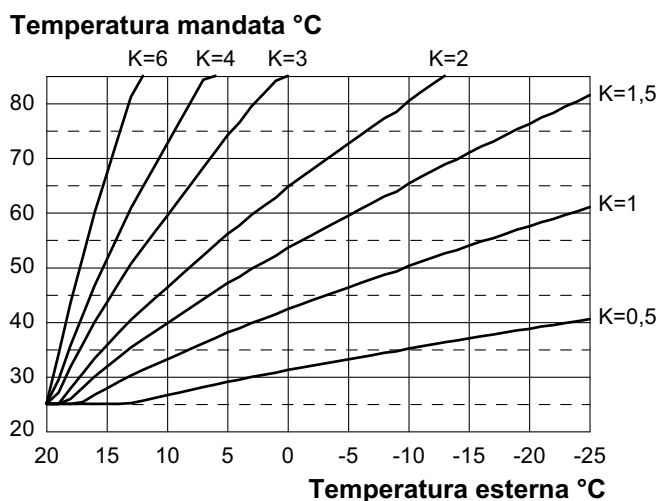
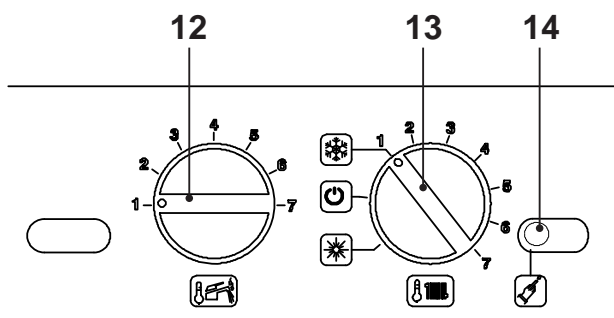

Fig. 5.53
Fig. 5.54
Il coefficiente K è un parametro che innalza o abbassa la temperatura di mandata caldaia al variare della temperatura esterna. Quando si installa la sonda esterna bisogna impostare questo parametro in base al rendimento dell'impianto di riscaldamento per ottimizzare la temperatura di mandata (Fig. 5.53). Es. Per avere una temperatura di mandata all'impianto di riscaldamento di 60°C con una esterna di -5°C si deve settare un K di 1,5 (linea tratteggiata in Fig. 5.53).
in Fig. 5.54.
- Per settare il coefficiente K, determinato dalla Fig. 5.53 bisogna entrare in programmazione premendo per 15 secondi il pulsante di ripristino 14, in Fig. 5.54 fino alla comparsa del parametro **P01** sul display LCD; sul display LCD compare la seguente visualizzazione (la sequenza **P01** si alterna a -- -- --).
- Premere il pulsante di ripristino 14, in Fig. 5.54, per lo scorrimento dei vari parametri sino al raggiungimento del parametro **P15** valido per il settaggio del coefficiente K; sul display LCD compare a seguente visualizzazione (la sequenza **P15** si alterna a 00).
ad un massimo di **255** in base alla curva scelta del coefficiente K in Fig. 5.53.